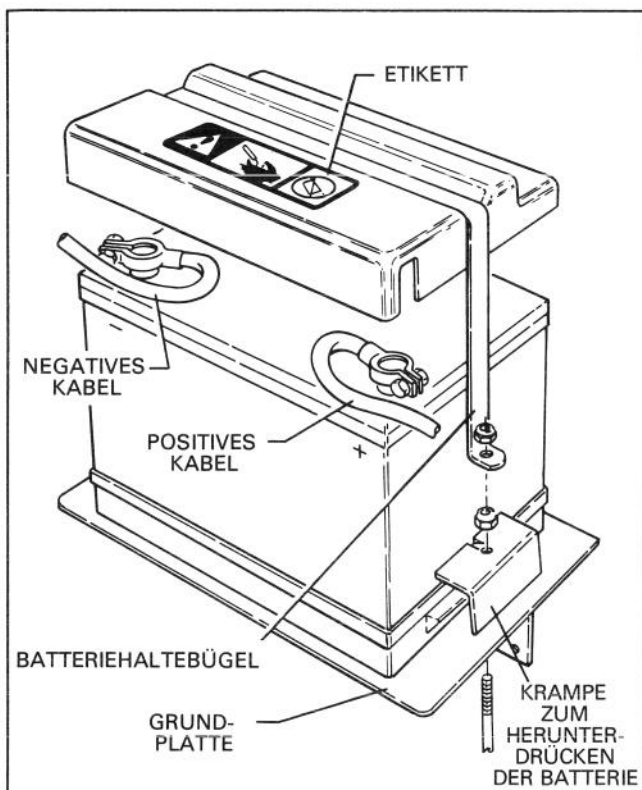

Abb. 21
40. Die Batterie auf die Grundplatte der Schneefräse stellen. Die Batterieständer müssen nach außen gestellt sein, nicht in Richtung auf den Kraftstofftank (Abb. 21).
41. Das schwarze (negative) Batteriekabel am negativen (-) Batterieständer befestigen. Das Kabel wie in Abb. 21 gezeigt führen, so daß die Batterieabdeckung über die Kabel paßt. Die Kabelklemme festziehen.
42. Das rote (positive) Batteriekabel an den positiven (+) Batterieständer, wie in Abb. 21 gezeigt, befestigen. Die Kabelklemme festziehen.
43. Die Abdeckung oben auf der Batterie anbringen. Die Batterie an der Grundplatte befestigen. Die Batterie mit Kopfschrauben, Klemmen und Muttern, die die Batterie halten, fest anbringen. Wie in Abb. 21 gezeigt das Etikett auf der Batterieabdeckung anbringen.
44. Den Batteriehalterbügel auf der Batterieabdeckung anbringen und die Halterungsenden des Bügels auf die Enden der Kopfschrauben schieben (Abb. 21). Alle Teile mit (2) Muttern sichern.